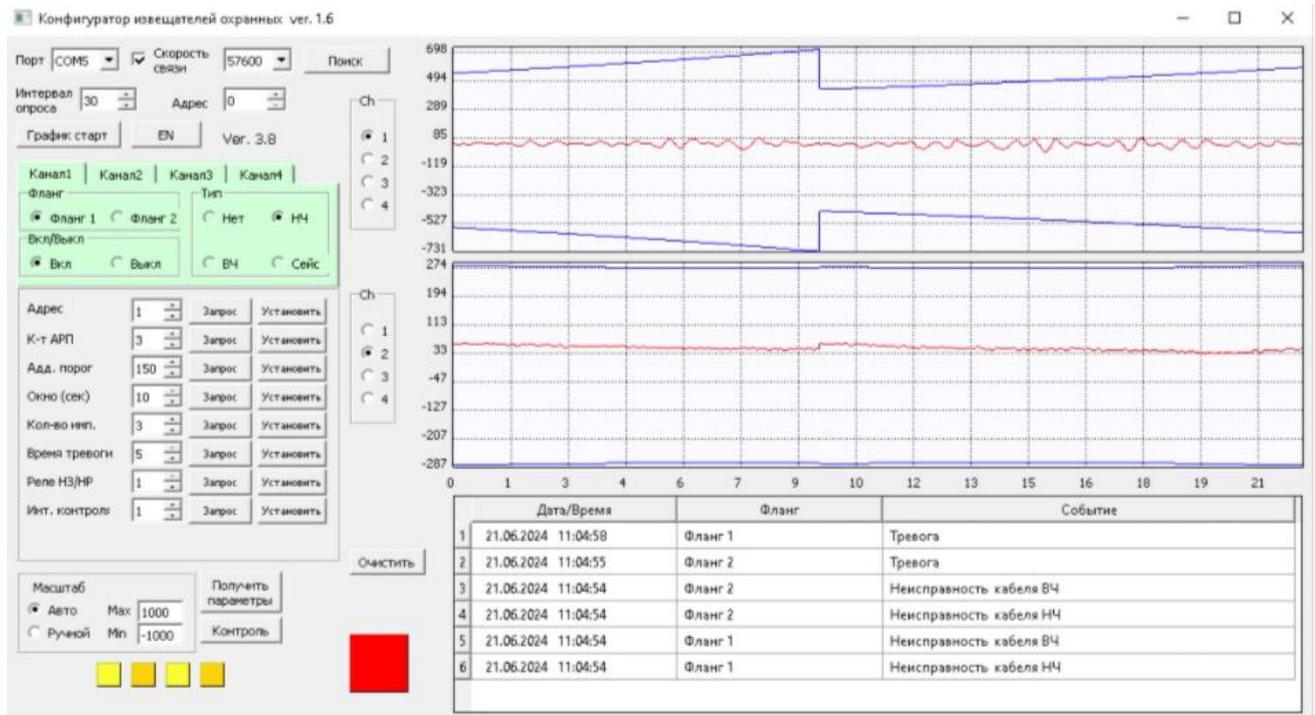

Рисунок 26
- отрицательным считать ответ неисправность кабельного ЧЭ, ВЧ или НЧ (Рисунок 26).